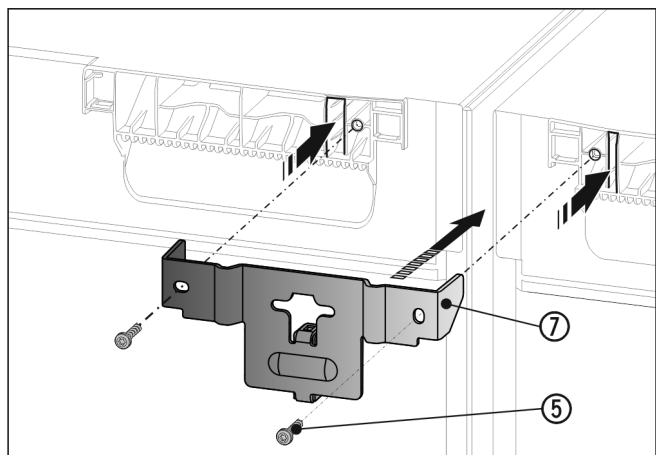

Fig. 18
- Pousser l'équerre Fig. 18 (7) avec l'entretoise entre les appareils avec les languettes dans le plafond de l'appareil. Serrer fermement avec 2 vis Fig. 18 (5).